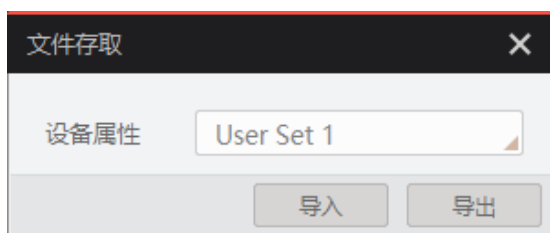

图13-3 导入或导出
2. 在弹出的文件存取对话框中，选择需要存取的设备属性，点击导入或导出即可，如图 13-3 所示。